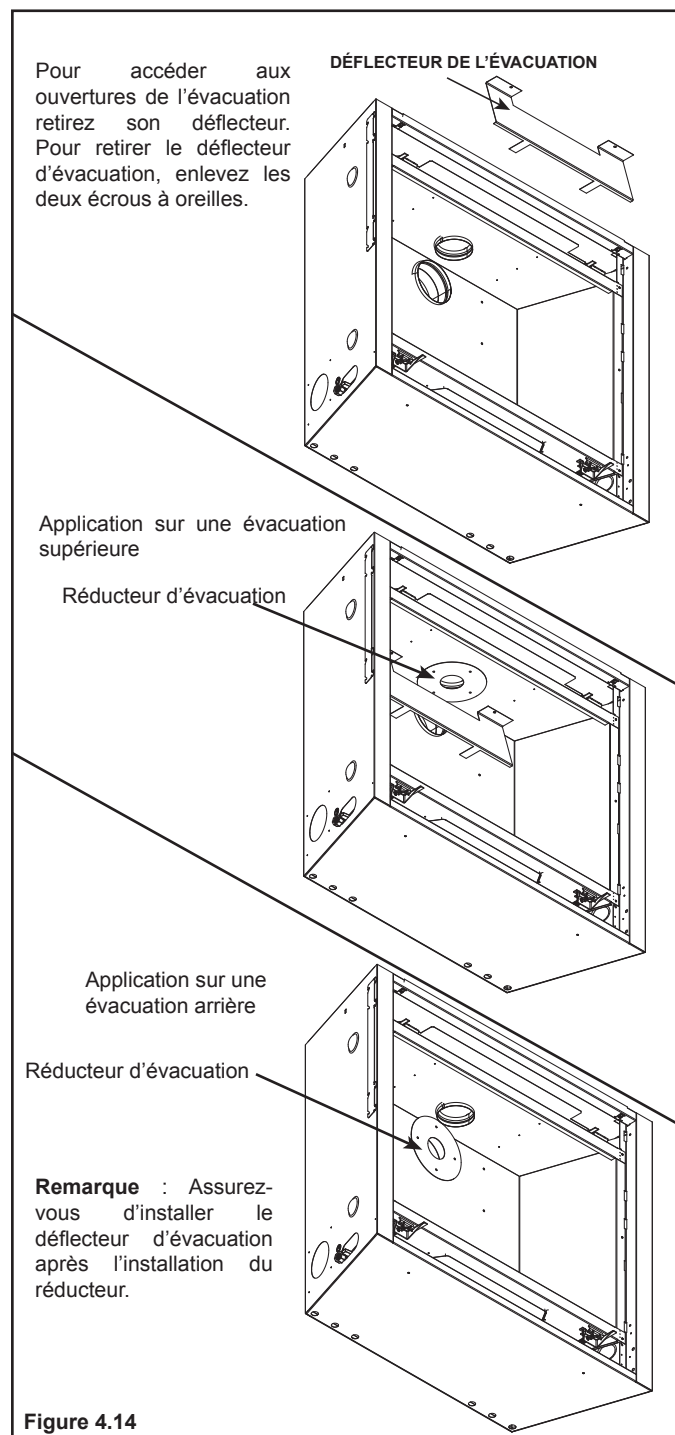

Figure 4.14
1. Installez le réducteur d'évacuation sur le centre de la sortie d'air sur la boîte à feu. Voir la figure 4.14.